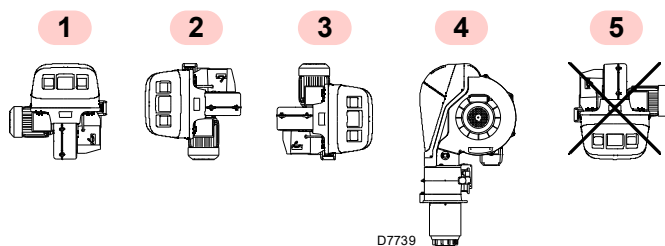

Fig. 11
- Arzătorul a fost pregătit exclusiv pentru funcționare în pozițiile 1, 2, 3 și 4 (Fig. 11).